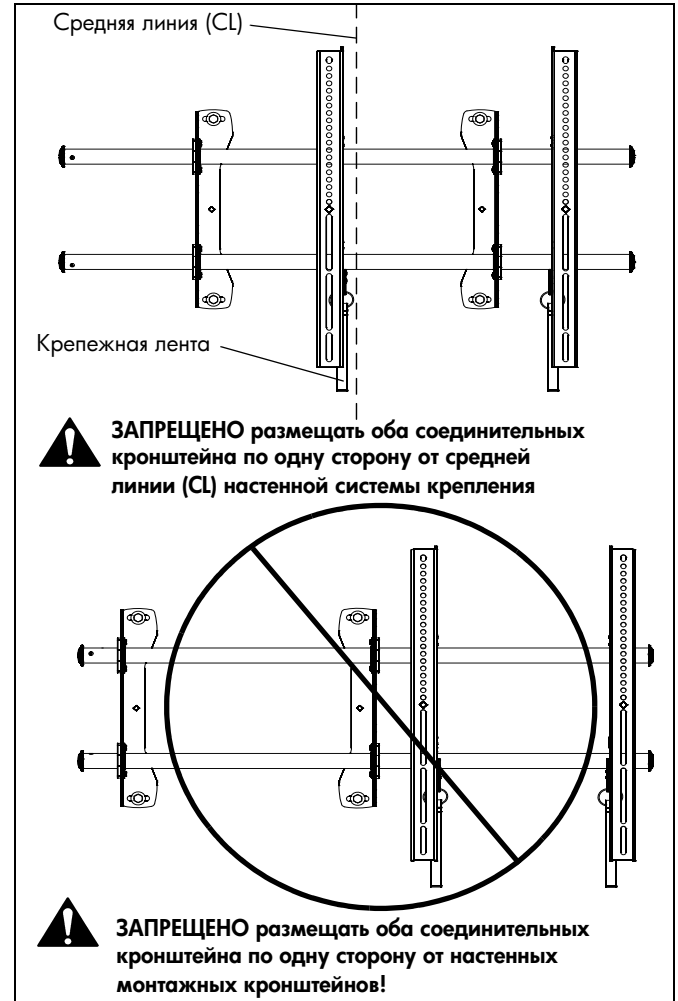

рис. 7
1. Отрегулируйте длину крепежной ленты Velcro® (при необходимости) так, чтобы она не выступала за нижний край экрана. (См. рис. 7)
**ПРИМЕЧАНИЕ.** ЗАПРЕЩЕНО размещать оба соединительных кронштейна по одну сторону от настенного монтажного кронштейна. (См. рис. 7)
**ПРИМЕЧАНИЕ.** ЗАПРЕЩЕНО размещать оба соединительных кронштейна по одну сторону от средней линии настенной системы крепления! (См. рис. 7)